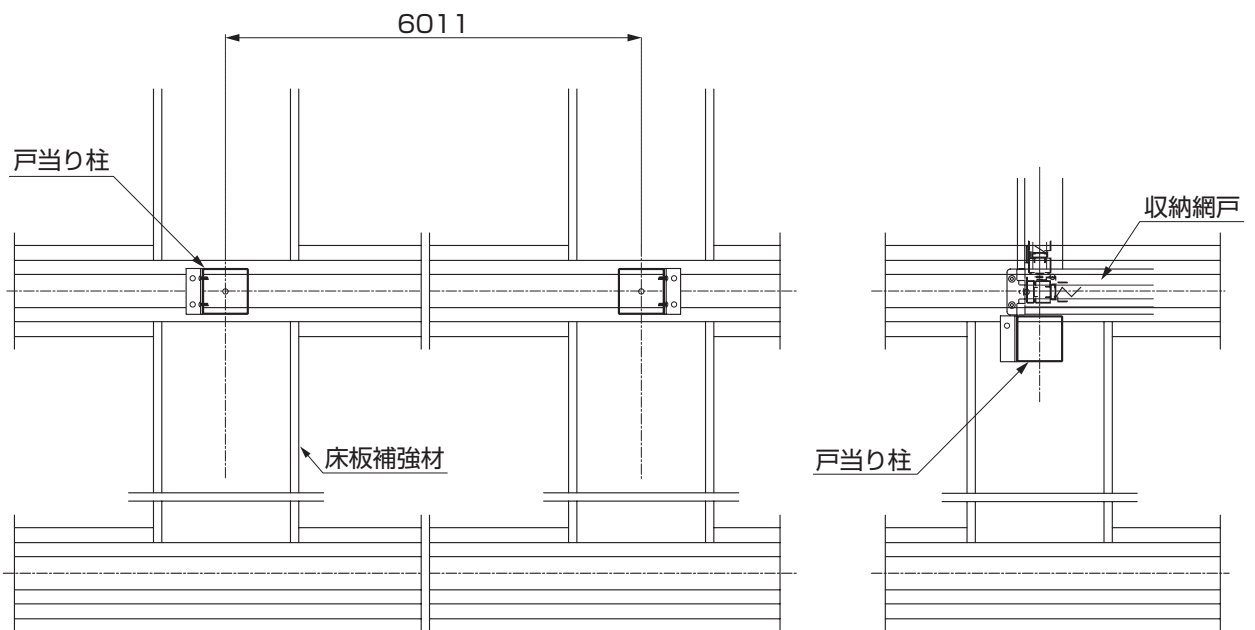

図3-2 収納網戸を取付ける場合
- 収納網戸を取付ける場合は、図3-2のように戸当り柱を移動させて取付けてください。